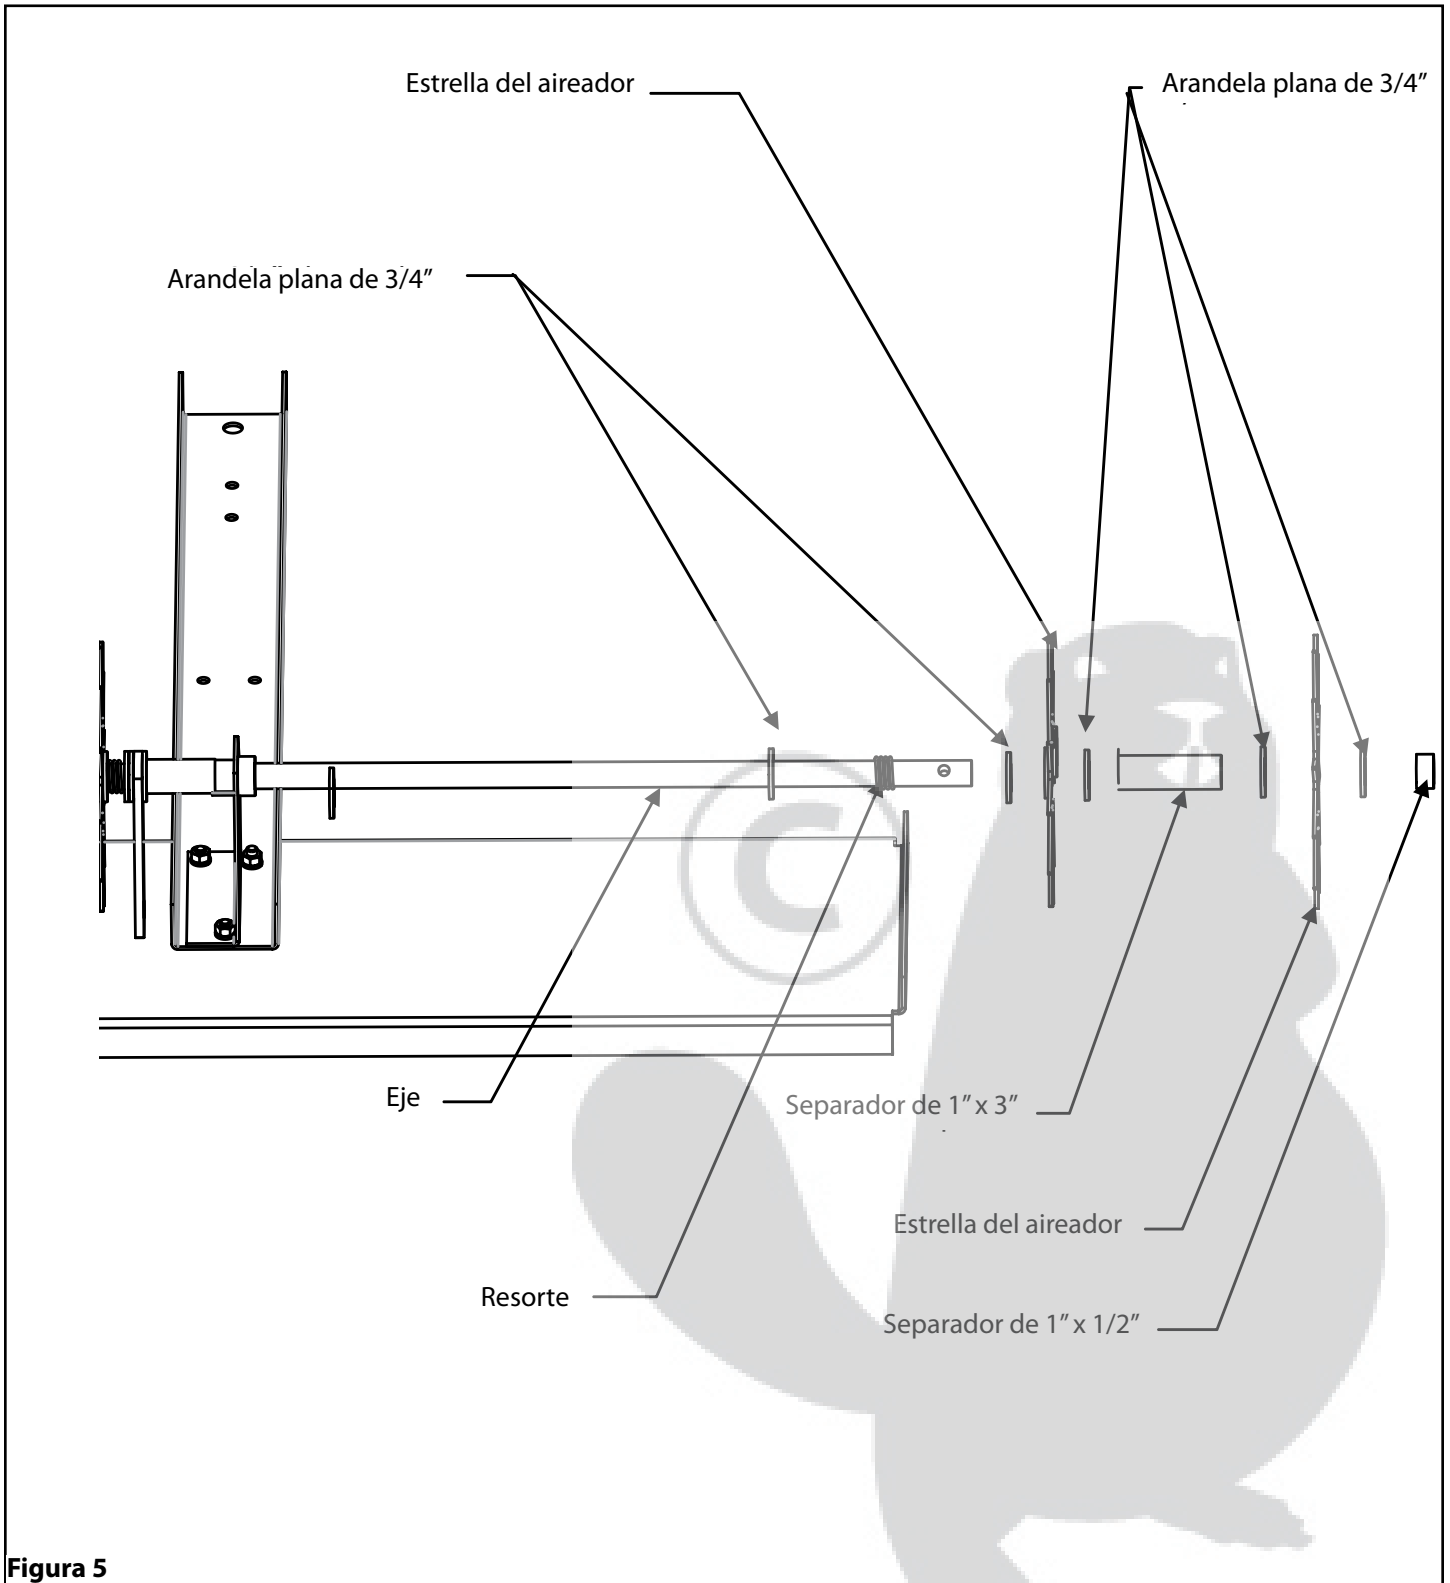

Figura 5
5. . Sobre el extremo largo del eje, coloque una arandela plana de 3/4", seguida de un resorte del eje y después de otra arandela plana de 3/4". A continuación coloque una arandela plana de 3/4", una estrella del aireador, otra arandela plana de 3/4" y un separador de 1" x 3". Repita el proceso cinco veces más. Después coloque un separador de 1" x 1/2" en el eje. Ver Figura 5.